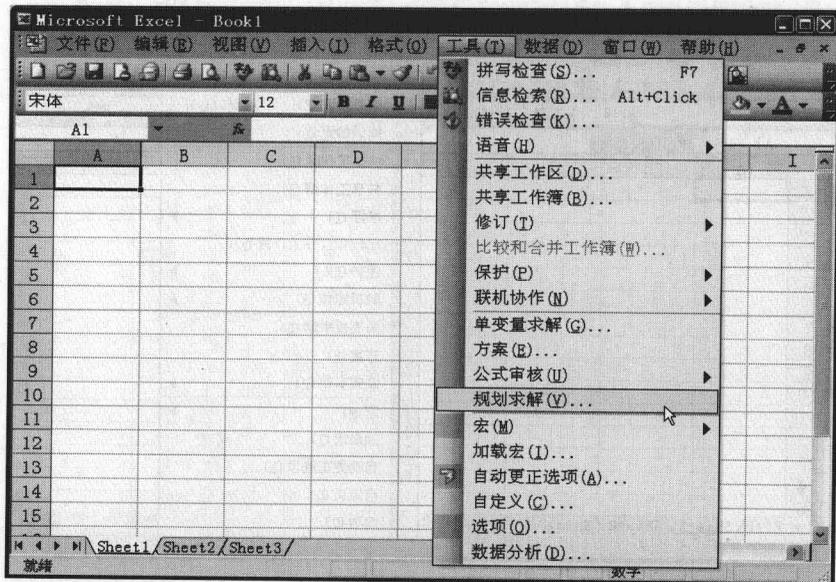

图 1-3 【工具】菜单下出现【数据分析】和【规划求解】菜单项
**步骤 3** 装载完再次点击【工具】菜单，可以发现【工具】菜单下增加了【数据分析】和【规划求解】菜单项（见图 1-3）。